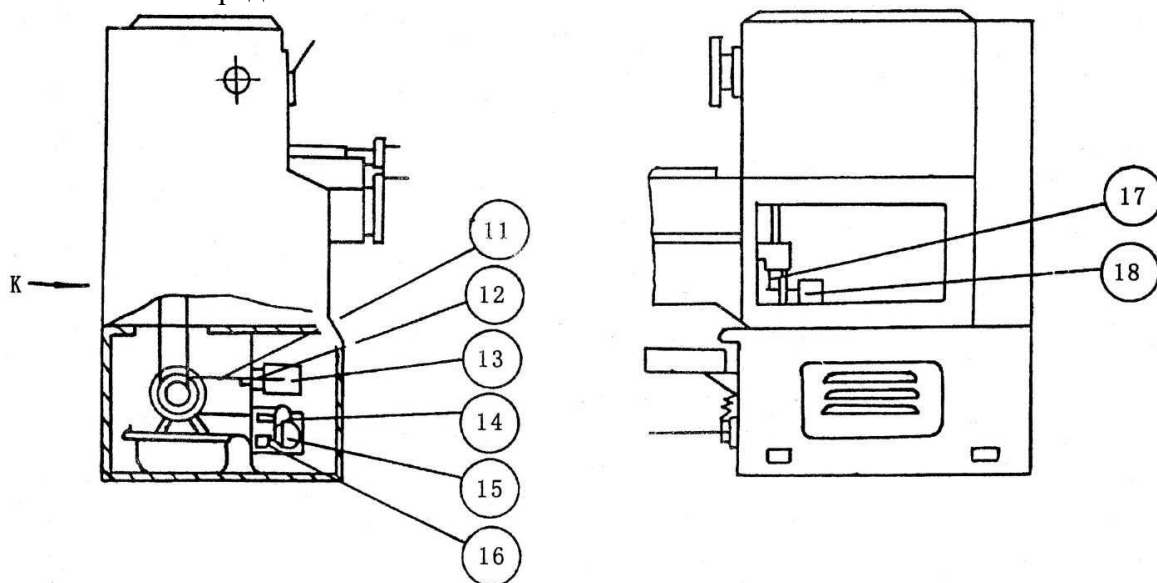

Рис.14-1. Конструкция педального тормоза
На рис.14-1 представлена конструкция педального тормоза. Он состоит из педали, соединительного стержня, опоры, седла, кулачка, натяжного рычага, шкива, стальной ленты, тормозного узла и электрического блока. Как только педаль (7) будет нажата, кулачок (15) отсоединит концевой выключатель (16) перегрузки хода с помощью натяжного рычага (14), отключив питание главного двигателя. Таким образом, двигатель останавливается под совместным действием натяжного рычага (14) и стальной ленты (11). Шпиндель не может повторно запускаться, если пусковой рычаг (10) не установлен в НЕЙТРАЛЬНОЕ положение.
Главный двигатель станка не может запускаться, если пусковой рычаг не установлен в НЕЙТРАЛЬНОЕ положение. См. **рис. 14-1.**;